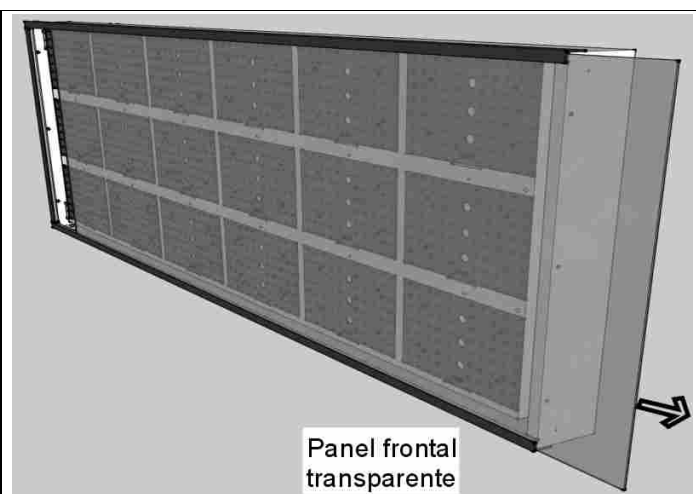

Fig. 11: Extracción del panel frontal
3. Saque el panel frontal transparente (Fig. 11).